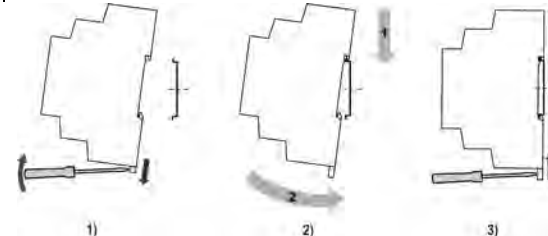

Рисунок 1 – Монтаж прибора
1. Подготовить на DIN-рейке место для установки прибора в соответствии с размерами прибора (см. рисунок 1).
2. Вставив отвертку в проушину, оттянуть защелку (см. рисунок 1, 1). Прибор установить на DIN-рейку.
3. Прибор прижать к DIN-рейке (см. рисунок 1, 2, стрелки 1 и 2). Отверткой вернуть защелку в исходное положение.